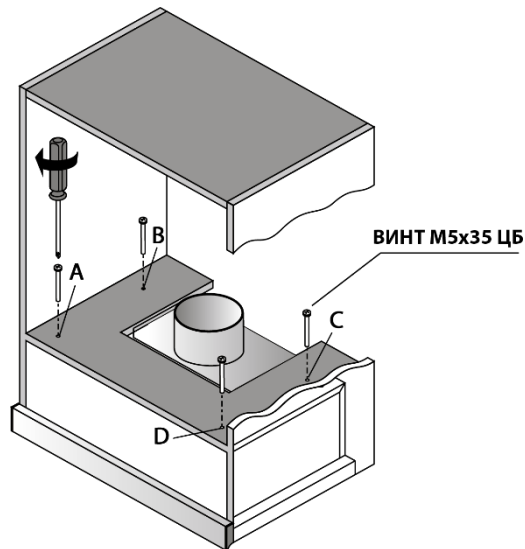

Рис.5.1
6.6.1 Виготовте паперовий шаблон з координатами отворів CDEF (рис.4), прикладіть шаблон до полиці меблевого гарнітура (рис. 5.1).